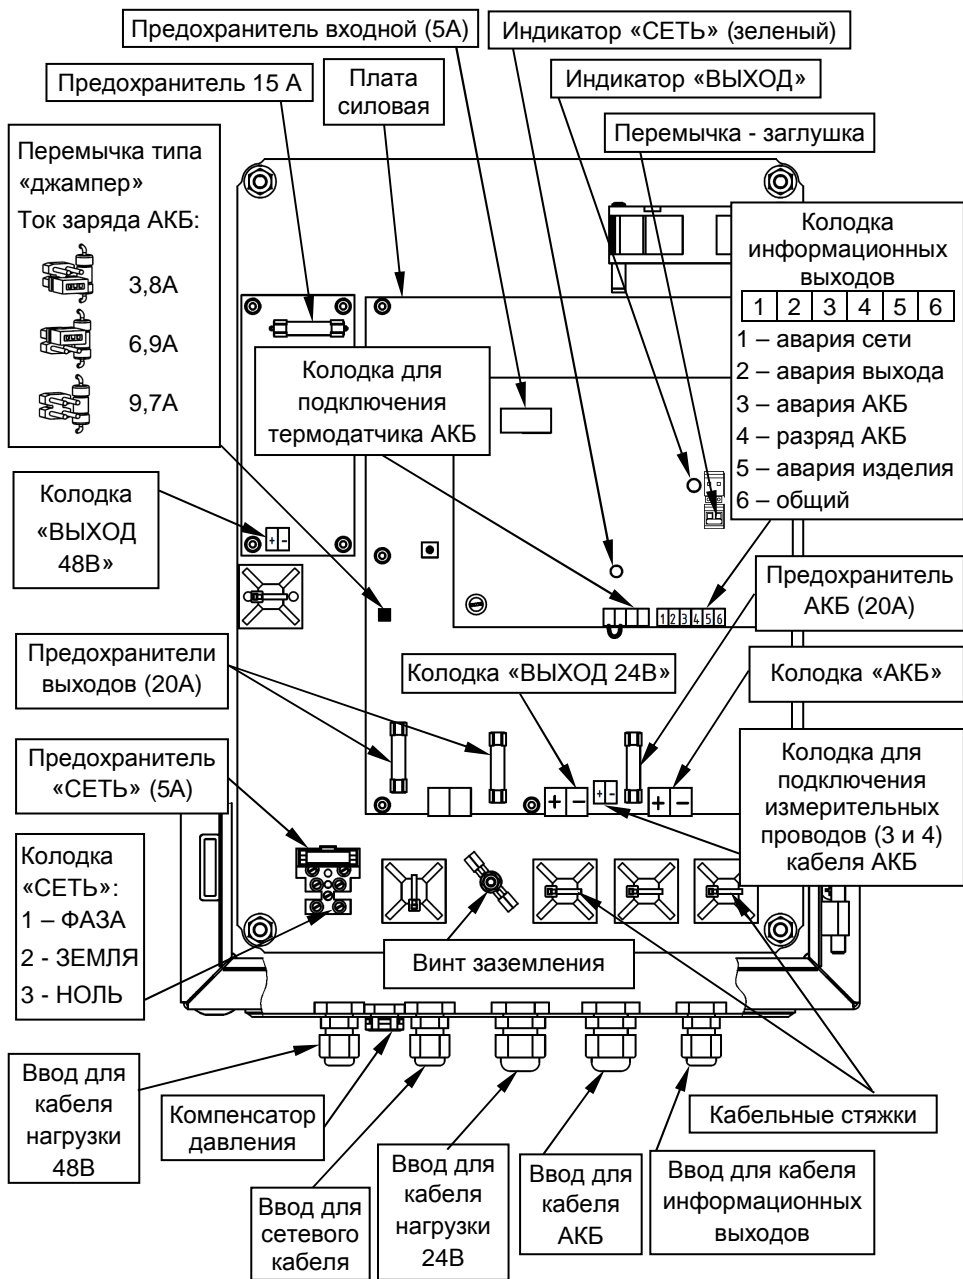

Рисунок 2 - вид изделия с открытой дверцей
Подвод проводов сетевого питания, выходной нагрузки и АКБ осуществляется через герметичные кабельные вводы, установленные на нижней стенке корпуса (см. рисунок 2). При открытой дверце осуществляется доступ к печатным платам изделия и расположенными на них предохранителям, перемычкам, клеммным колодкам и индикаторам «СЕТЬ» (зеленого цвета) и «ВЫХОД 24В» (красного цвета).
Изделие обеспечивает ограничение тока заряда АКБ. Выбор одного из трех значений ограничения тока заряда АКБ осуществляется установкой/удалением соответствующей перемычки типа «джампер» (см. рисунок 2) в соответствии с рекомендациями таблицы 2.
Схемой источника предусмотрен разъем, контакты которого замкнуты предустановленной перемычкой-заглушкой (заводская установка). Разъем расположен на плате управления (см. рисунок 2) и предназначен для подключения внешнего управляющего контакта «ВЫХОД» (например: контакт внешнего реле, кнопки или тумблера).
Подключение внешних цепей к изделию в соответствии с назначением клемм подключения (см рисунок 2) следует выполнять в следующей последовательности:
- провод заземления подключить к клемме 2 (ЗЕМЛЯ) на колодке «СЕТЬ» (см. рисунок 2);
- установить переключателями требуемое значение ограничения тока заряда АКБ (см. рисунок 2 и таблицу 2);
- проверить наличие и исправность предохранителей, расположенных на плате силовой и плате управления (см. рисунок 2);
- подключить с соблюдением полярности к клеммам колодок «ВЫХОД 24В» и «ВЫХОД 48В» кабели питания нагрузок (см. рисунок 2);